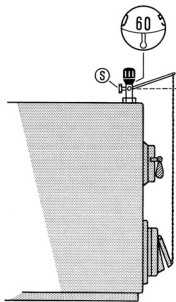

Bild 3 / Fig. 3 / Fig. 3
Bei **senkrechtem Einbau** muss die Sechskantschraube (S) von der Vorderseite des Kessels her gesehen nach hinten zeigen. Für die Einregulierung gelten **die weißen Zahlen und die weiße Marke** (Bild 3).
When **installed vertically**, the hexagon screw (S) must point to the back when seen from the front of the boiler. In this position, **the white figures and the white mark** are used (Fig. 3, page 2).
Pour le **montage vertical**, la vis 6 pans (S) doit être dirigée vers l'arrière, vue de l'avant de la chaudière. **Les chiffres et les repères blancs** servent au réglage (fig. 3, page 2).